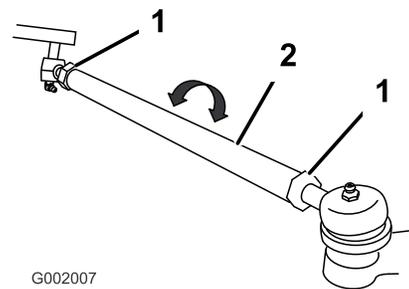

Bild 57
5. Wenn der Wert nicht im angegebenen Bereich liegt, lösen Sie die Klemmmutter an beiden Ende der Zugstangen (Bild 57).